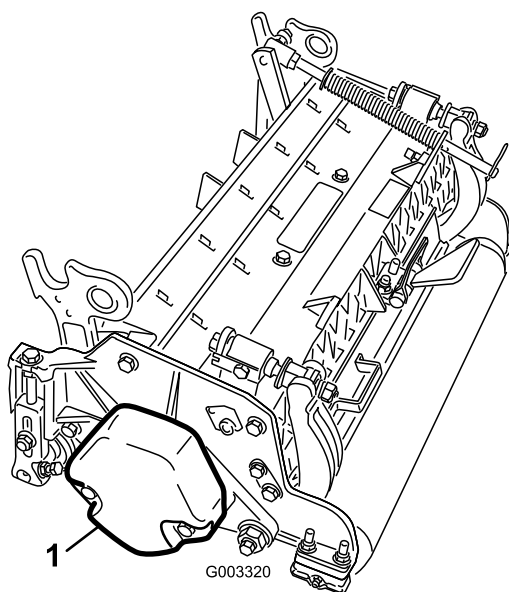

Figure 6
1. Sur les plateaux de coupe N° 2 et 4, enlevez les 2 vis qui fixent le contrepoids à l'extrémité gauche du plateau de coupe. Déposez le contrepoids (Figure 6).